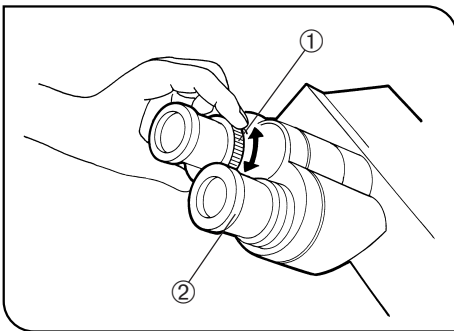

Fig. 12
### 2 Réglage dioptrique (Figures 12 & 13)
2. En regardant à travers l'oculaire doté de sa bague de réglage dioptrique ①, tourner la bague de réglage dioptrique pour procéder à la mise au point sur la préparation. (Fig. 12)
1. En regardant à travers l'oculaire droit avec l'oeil droit, faire tourner la bague de réglage dioptrique ② située dans la partie supérieure de l'oculaire jusqu'à ce qu'un réticule double clairement défini apparaisse dans le champ d'observation. (Figures 12 & 13)
3. En regardant à travers l'oculaire gauche avec l'oeil gauche, procéder à la mise au point sur la préparation en actionnant la bague de réglage dioptrique ①.